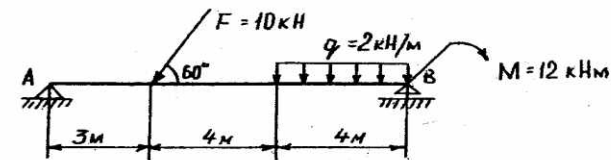

Рис. 8
**Пример 1.2.** Определить реакцию опор двухопорной балки, нагруженной силами (рис.8).